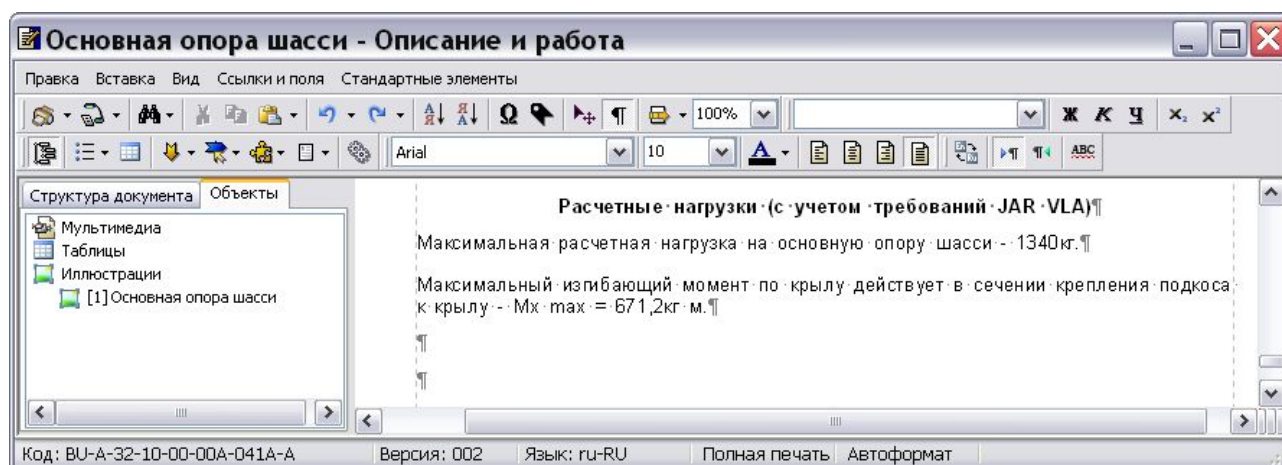

Рис. 9.18
- Внесите изменения в МД. В рассматриваемом примере в МД добавляется текст (Рис. 9.18).